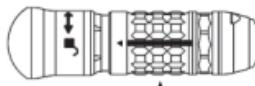

Figura 6
3. Sujete firmemente con una mano la pieza de mano y con la otra presione y gire el manguito de liberación del accesorio hasta que la flecha esté alineada con el símbolo de desbloquear (figura 6).